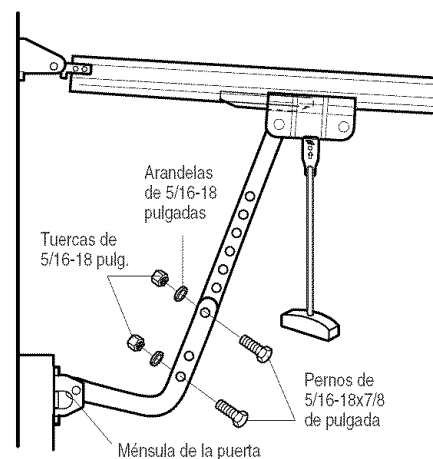

Figura 2
Si el tipo de instalación de su cochera no requiere refuerzos verticales, pero sí necesita los orificios para los sujetadores de la ménsula, taladre y fijelos como se muestra en la Figura 2.
- **Figura 2:**